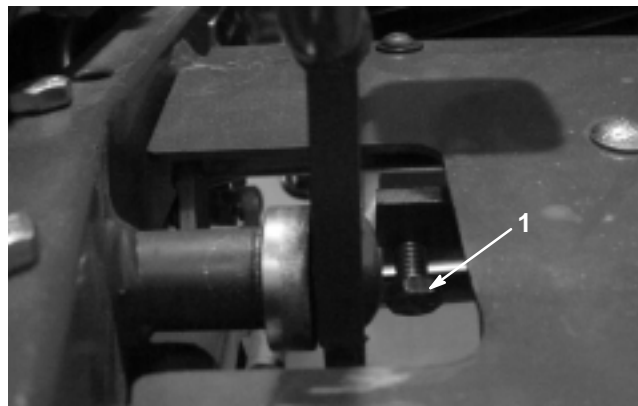

Figure 52
1. Desserrez l'écrou de la vis de blocage (Fig. 52).